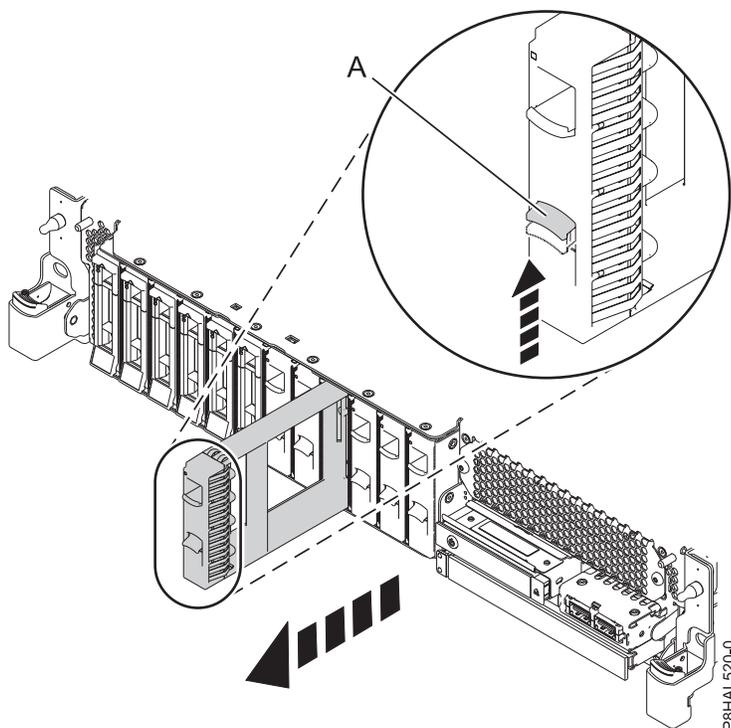

Figura 12. Remover um enchimento de uma unidade de disco de um sistema de função base
- a. Empurre o trinco (**A**) na pega do enchimento na direcção demonstrada em Figura 12 na página 18.